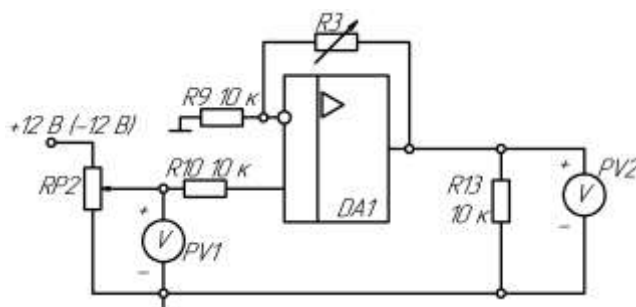

Рисунок 26 - Схема неинвертирующего усилителя
3) Собрать схему согласно рис. 26. Установить заданное значение  $RP3=20K$ .